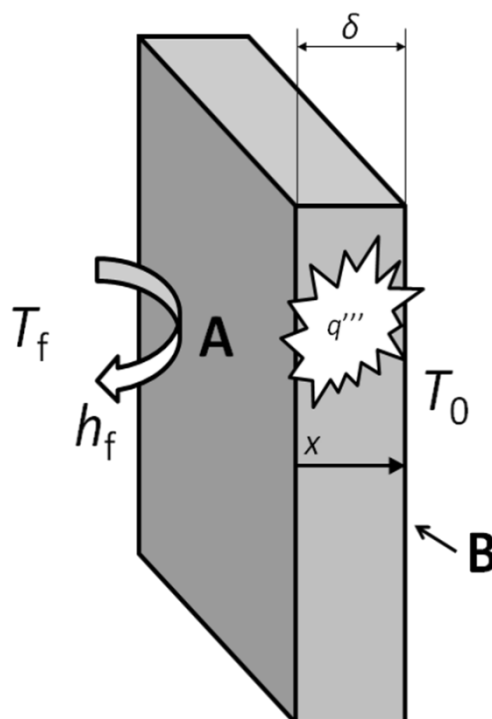

Fig. 4
- 4) Nella stessa geometria dell'esercizio 1, l'isolamento viene rimosso dalla superficie adiabatica, così che la superficie A si trova in contatto con un fluido a  $T_f = 273$  K con cui scambia calore per convezione (coefficiente di scambio termico  $h_f = 100$  W/(m2 K)), v. Fig. 4. Calcolare analiticamente e numericamente (utilizzando le DF) la distribuzione di temperatura nella parete, e confrontare le due soluzioni sullo stesso grafico.